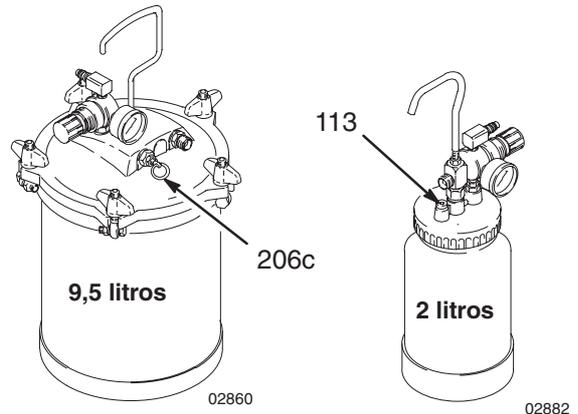

Fig. 7
3. Si se utiliza un recipiente a presión remoto, libere la presión siguiendo los pasos siguientes (vea la Fig. 7):